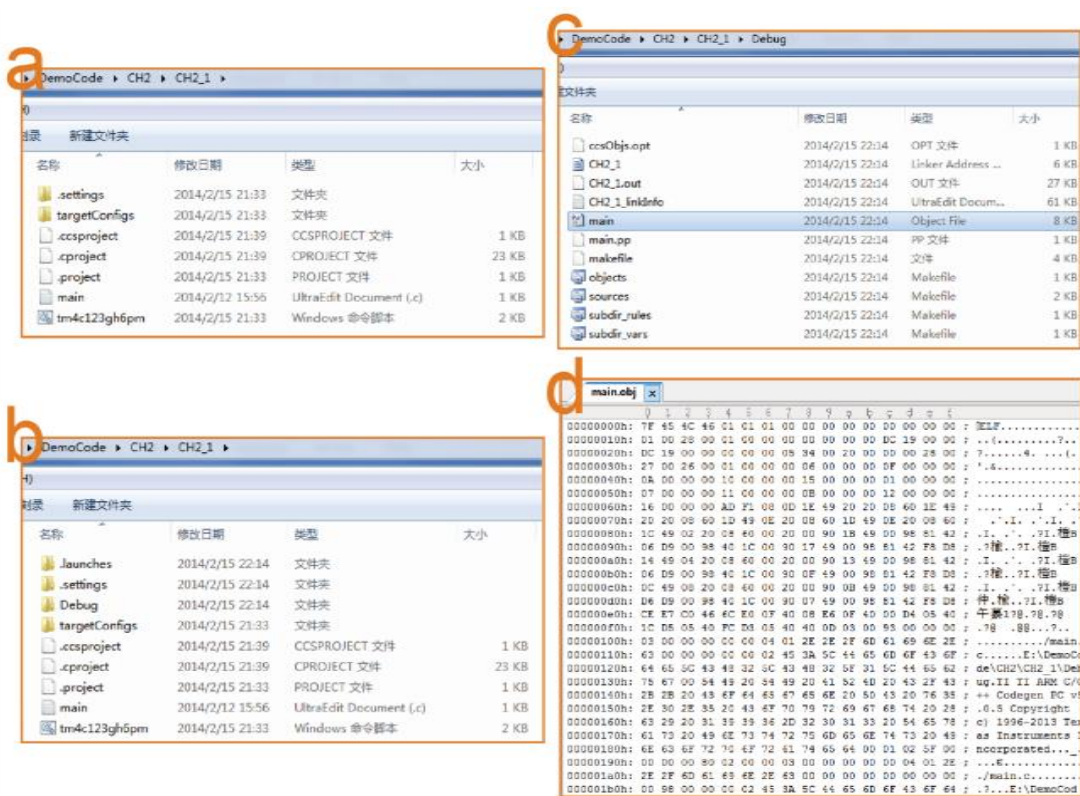

图 2-15 编译前后工程目录的变化
编译是一个很复杂的过程，详细描述这个过程是计算机专业的一门课程，我只能简单得说这个过程就是**编译器**把预编译形成的结果进行各种分析，最终生成目标文件的过程。如果这个过程有错，编译器会报告错误，所谓的错误就是编译器认为不合语法规则的代码。在实验一中，编译过程可以理解为输入“main.i”，输出目标文件“main.obj”，目标文件不像中间文件会消失，它会保留在我们的计算上。如图 2-15 所示，如果你试图看一下 main.obj 这个文件的内容，你可以强行用 Notepad 之类的软件打开它，但你会发现都是看不明白的乱码，因为它已经是机器指令。但你可以用 Ultraedit 之类的软件以十六进制形式呈现目标代码的内容，如果你对机器指令有一定的了解，在十六进制形式的内容呈现中会看到某些熟悉的内容。
- (1) 保持与本章实验一一致的硬件连接方式不变。
- (2) 创建一个新的 CCS 工程，将工程放到一个文件夹“Ch2\_2\_1”中。工程的名称为“CH2\_2\_1”。并设置工程的编译属性，即 TivaWare 库头文件的包含路径。
- (3) 在工程中添加两个新的文件，一个源文件名为 Aiyan\_gpio.c，另一个头文件名为 Aiyan\_gpio.h。在两个文件中写入上述实验原理处所示的代码。
- (4) 修改 main.c 使其与上述实验原理处所示的代码一致，保存工程的文件。去工程文件夹查看文件，可以看到上述三个新加入的源代码。
- (5) 点击菜单栏上的绿虫子
- (6) 查看实验结果，观察 LED 的亮灯效果。
- (7) 再次查看工程所在的文件夹内容，比较点击绿虫子之后和之前的差异，尤其要注意观察 Debug 文件夹的内容。查看方式可以借鉴图 2-15。
- (8) 找到 Debug 文件夹中的 Aiyan\_gpio.obj 和 main.obj，查看文件的创建时间。回到 CCS 中对 main.c 文件进行简单的修改（比如在一个空行里加入一个空语句，即加入一个分号“;”），再次点击绿虫子。然后再去观察 main.obj 和 Aiyan\_gpio.obj 的修改时间。